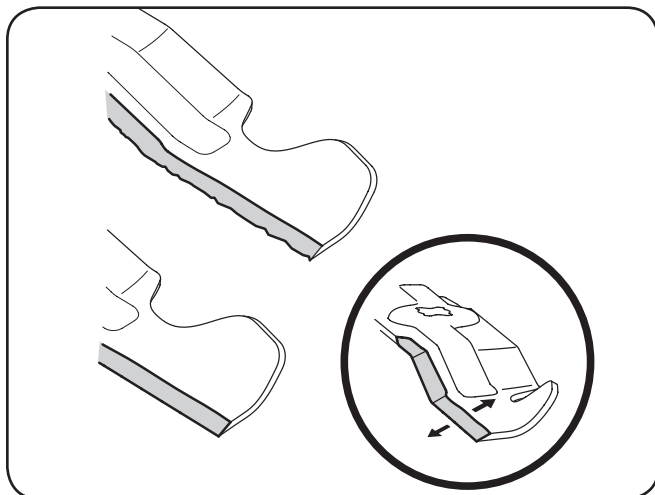

Figure 7-8
4. Afin d'aiguiser les lames de coupe de façon appropriée, aiguissez les deux extrémités du tranchant des lames de façon égale, parallèlement à la voile, à un angle de 25 à 30 degrés. Aiguissez toujours chaque lame de coupe de façon égale pour garder l'équilibre des lames. Voir Figure 7-8.